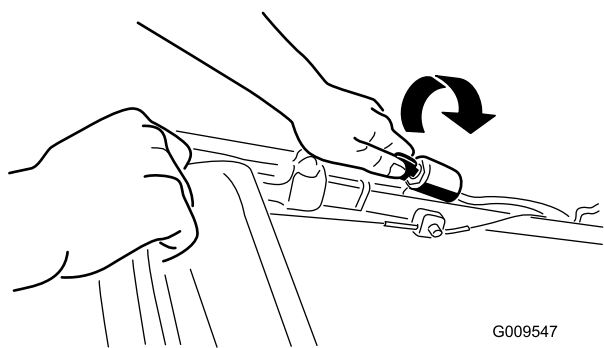
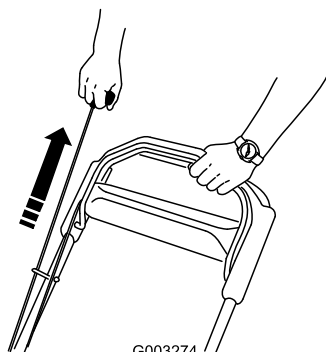

Bild 14
Bild 15
2. Drehen Sie den Zündschlüssel (Bild 14) oder ziehen Sie am Rücklaufstartergriff (Bild 15).
**Hinweis:** Ziehen Sie leicht am Rücklaufstarterbügel, bis Sie einen Widerstand spüren. Ziehen Sie ihn dann kräftig durch (Bild 15). Lassen Sie das Seil langsam zum Bügel zurücklaufen.